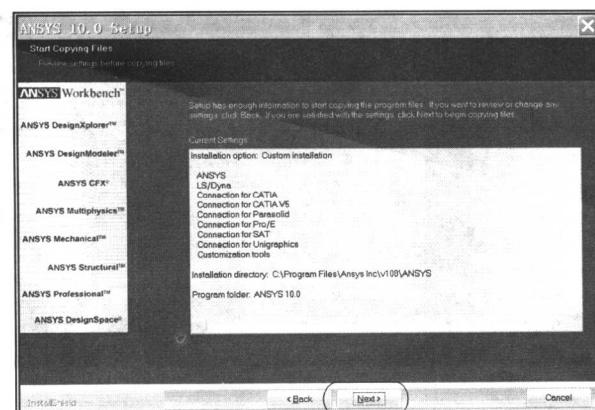

图 1-6 选择 ANSYS 安装设置结果
- ⑥ 出现 ANSYS 安装设置结果界面如图 1-6 所示，单击 Next 按钮进行下一步安装。